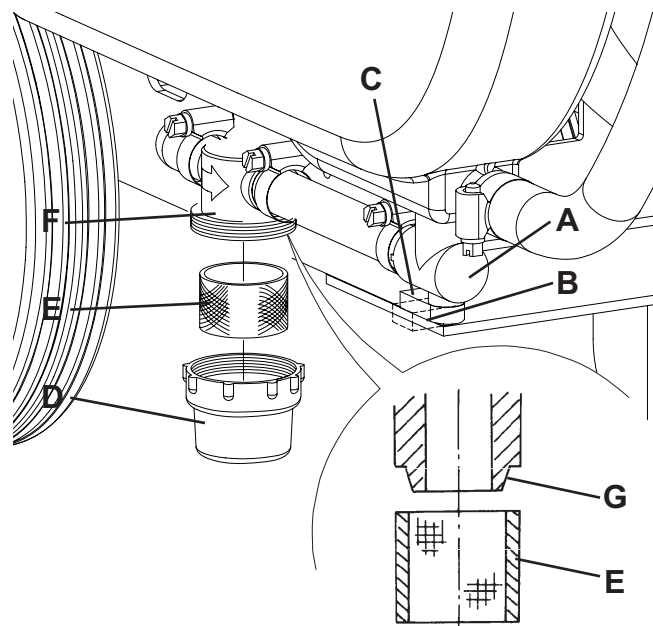

Рис. 5
1. Отсоедините шнур питания (3) от электросети и намотайте его на держатель (4).
3. Закройте кран раствора (А, Рис. 5) под машиной позади правого заднего колеса. Кран (А) закрыт, когда находится в положении (В), и открыт, когда находится в положении (С).
4. Снимите прозрачную крышку (D), затем удалите сетку фильтра (E). Очистите и установите их на стойке (F).